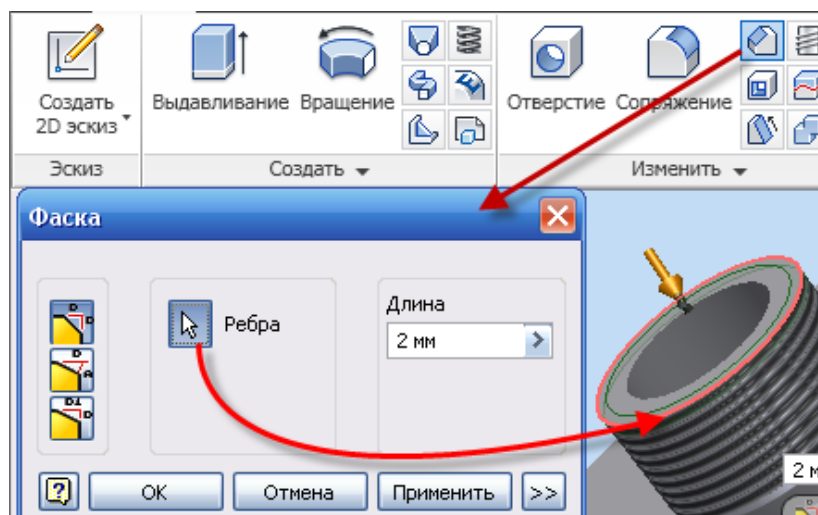

Рис. 3.49. Диалоговое окно *Фаска*
- Выберите ребро фланца (рис. 3.49).